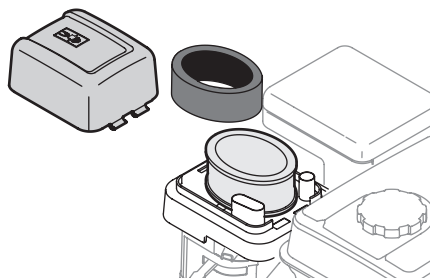

Figure 12
1. Selon le modèle de moteur, pressez sur la patte du couvercle du filtre et soulevez le couvercle ou desserrez les vis (Figure 12).